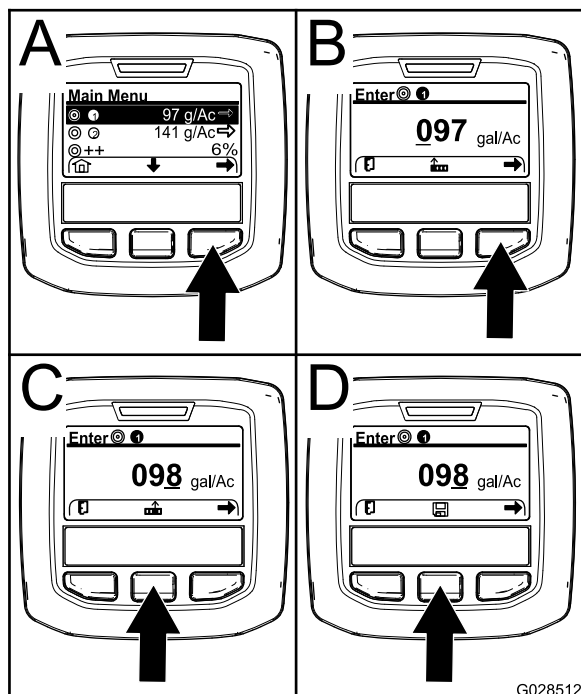

図 57
2. 必要に応じ、中央ボタンを押して散布レートその1 散布プログラム1を表示させる 図 57。
3. 右ボタンを押すと散布レート1が選択される 図 57 のA。
- カーソルを右の桁に移動させるには右ボタン 図 57 のBを押す。
- 数値を大きくするには中央ボタン 図 57 のCを押す。
注 中央ボタンの上に「保存」アイコンが表示されます (図 57 のD)。